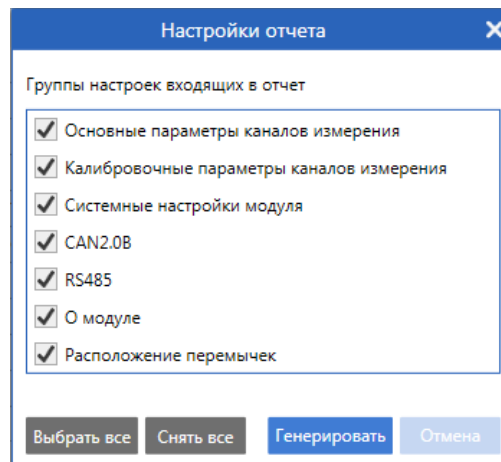

Рисунок 36 - Окно выбора групп параметров для отчета
- 3) в окне групп параметров выбрать необходимые группы и нажать кнопку **Генерировать** (см. рис. 36);